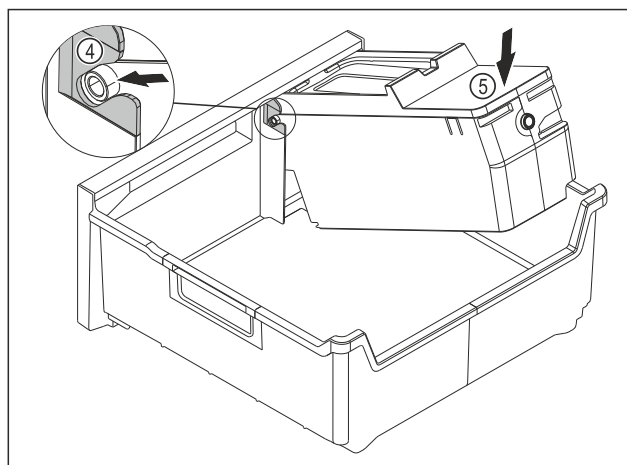

Fig. 145
- Montare il corpo dell'EasyTwist-Ice: Inserire gli assi del corpo dell'EasyTwist-Ice nelle guide Fig. 145 (4).
- Spingere il corpo dell'EasyTwist-Ice Fig. 145 (5) posteriore verso il basso.